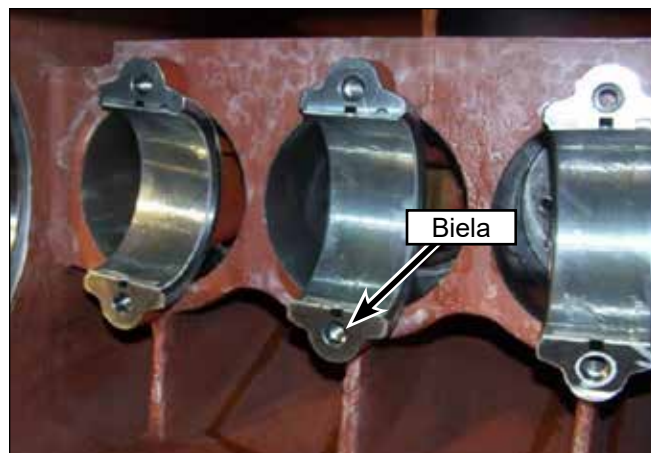

Figura 137: Instalación de la biela.
7. Coloque los tres ensamblajes de la cruceta/biela en su ubicación (Figura 137). Deje un espacio para el cigüeñal empujándolos hacia el extremo hidráulico.